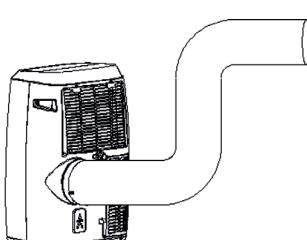

Fig. 6
- Jak pokazano na rys. 6, dobrze podłączyć wąż spustowy (tylko w przypadku korzystania z modelu grzewczego).